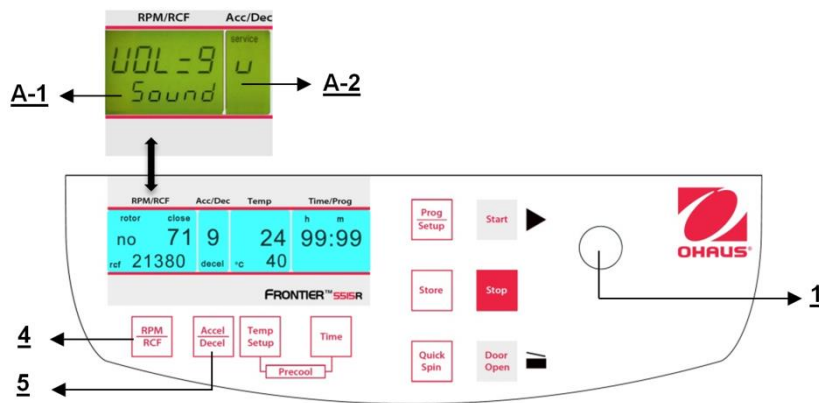

Figure. 34
Poursuivre conformément à la description du paragraphe 4.1.2 pour entrer dans ce mode de programme et appuyer ensuite sur la touche "**Accel/Decel**" (5). Sur l'affichage "**Acc/Dec**" (A-2), le mot "**Service**" clignote. Sélectionner maintenant la lettre "**U**" avec le bouton de réglage (1). Ceci entraîne l'apparition des mots "**Vol=0-9/Sound**" sur l'affichage "**RPM | RCF**" (A-1). Après avoir appuyé sur la touche "**RPM | RCF**" (4), l'utilisateur peut régler le volume désiré entre 0 (faible) et 9 (fort) avec le bouton de réglage (1) (voir la figure 34). Après avoir mémorisé les réglages (voir 4.1.2), vous pouvez revenir au mode de programmation normale en mettant hors tension la centrifugeuse pendant un court moment.